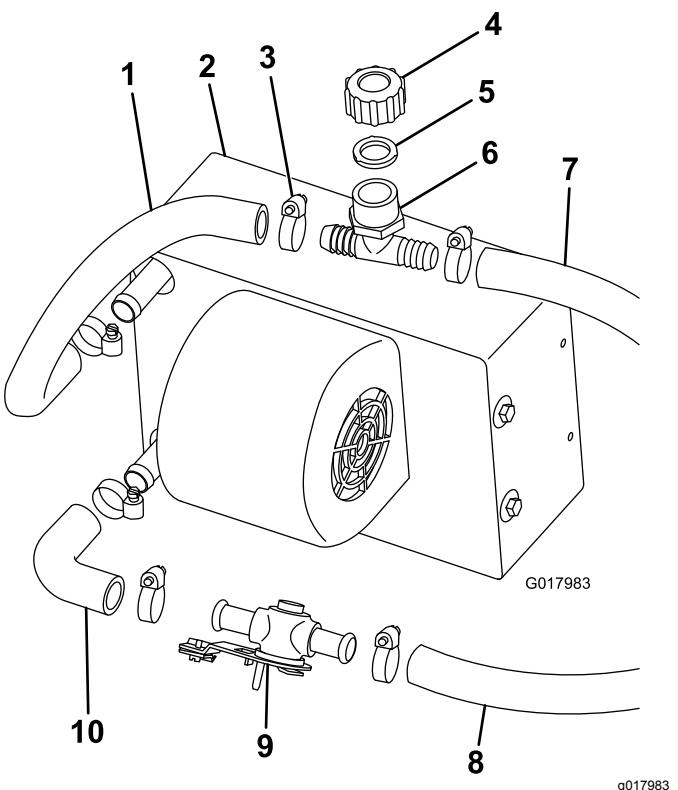

Рисунок 2
1. Подсоедините, не затягивая, коленчатый шланг к нижнему штуцеру обогревателя в сборе с помощью шлангового хомута (Рисунок 2).
2. Подсоедините клапан обогревателя к коленчатому шлангу с помощью шлангового хомута (Рисунок 2).
3. Отрежьте от шланга (диаметром $\frac{5}{8}$ дюйма) кусок длиной 31 см и присоедините этот отрезок к верхнему штуцеру узла обогревателя с помощью шлангового хомута (Рисунок 2).
4. Подсоедините белый заливной тройник, прокладку и крышку к верхнему шлангу обогревателя с помощью шлангового хомута (Рисунок 2).